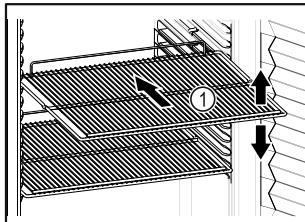

Fig. 48 Beispielhafte Darstellung
- Wenn Ablageflächen Fig. 48 (1) versetzbare sind, Ablageflächen je nach Höhe anpassen.